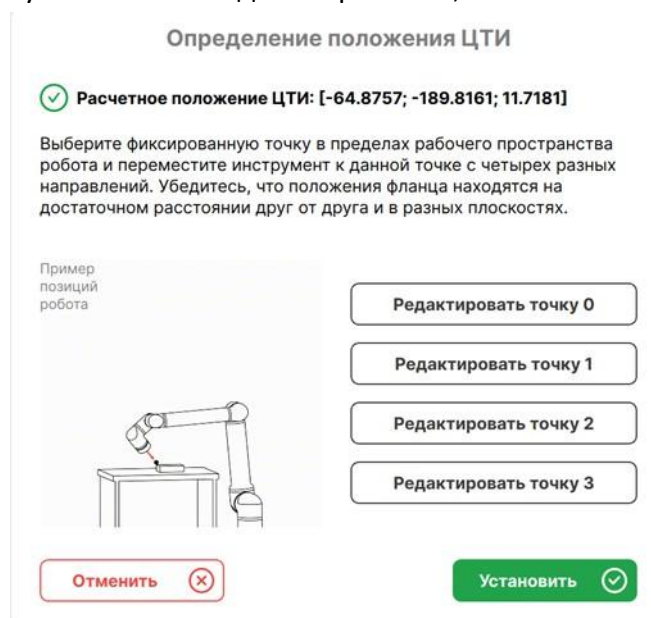

Рисунок 40 – Пример расчетного положения ЦТИ.
4. После сохранения 4 точки появятся расчетные координаты ЦТИ (Рисунок 40). Нажмите кнопку «Установить» для сохранения;